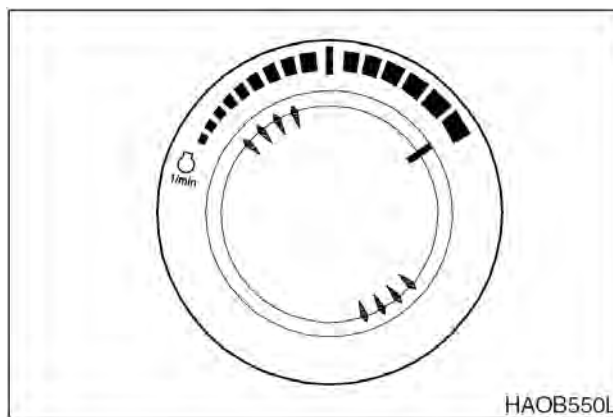

Рис. 23
5. Установить скорость двигателя на диске в положение "высокие обороты холостого хода" HIGH IDLE (рис. 23).